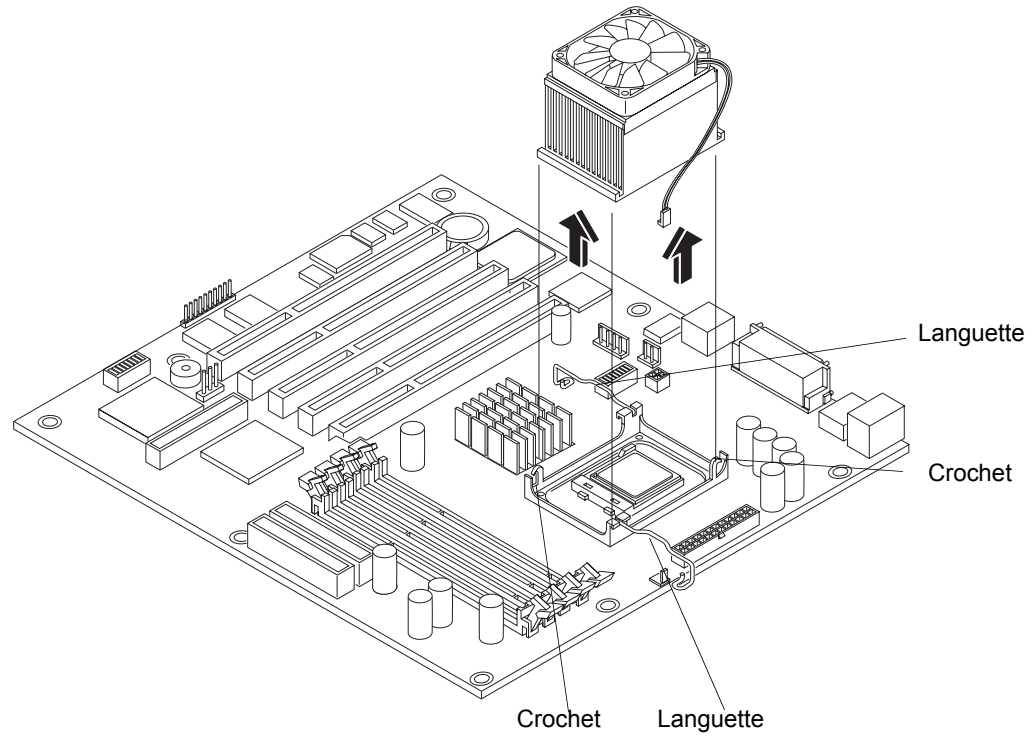

Figure 7-10. Retrait du ventilateur/dissipateur de chaleur
6. Appuyez sur les languettes de fixation du ventilateur pour les écarter, et décrochez le ventilateur. Puis, retirez le ventilateur en le soulevant. Voir la Figure 7-10.